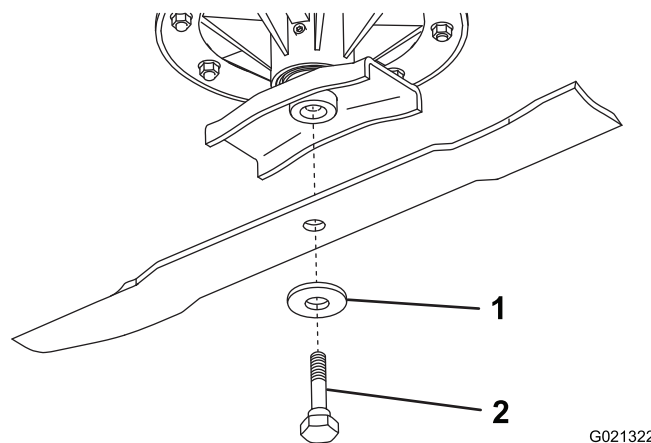

Figura 27
- Sujete el extremo de la cuchilla usando un paño o un guante grueso. Retire el tornillo especial, la arandela Belleville y la cuchilla del eje de la cuchilla (Figura 27).